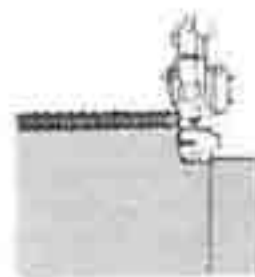

Afb. 97
1. Snijd voor en na de hoek ca. 2 cm tot aan de naadlijn weg (afb. 97).
2. Naai een steek verder dan tot aan de markering „A“ op de tekening en stop dan (afb. 97).